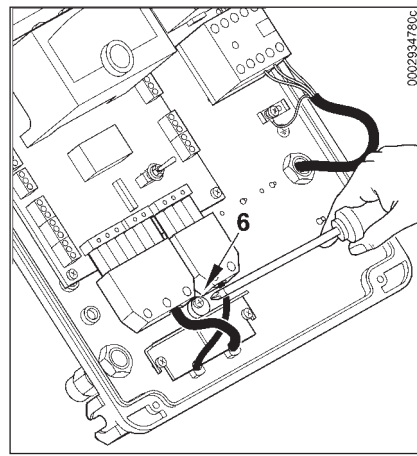

图3
- 如图3从新放置电缆的浮动接头，选择凸轮（6），以保证浮动的压力能够压在电缆上，然后锁紧螺丝快速的连接电缆浮动接头，最后连接那二个7孔或者4孔接头。